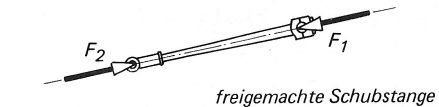

Abb.24: 4. Schritt
4. Schritt: Die Schubstange wird nach links gegen den Kreuzkopf geschoben und bewegt diesen gegen den Arbeitswiderstand. Sie nimmt folglich Druckkräfte auf (Abb.24).